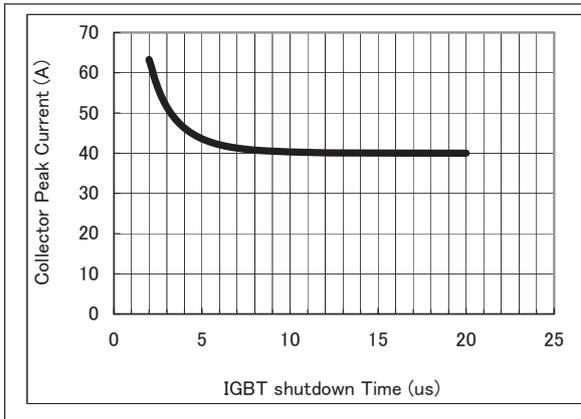

図 4-22: 遮断時間特性
PS21865-P において、SC レベルの最大値を定格電流の 2.0 倍 (40A) に設定した場合、式①よりシャント抵抗は 13.0mΩ となります。この時、RC 時定数を 2μs に設定した場合の遮断時間特性を図 4-22 に示します。